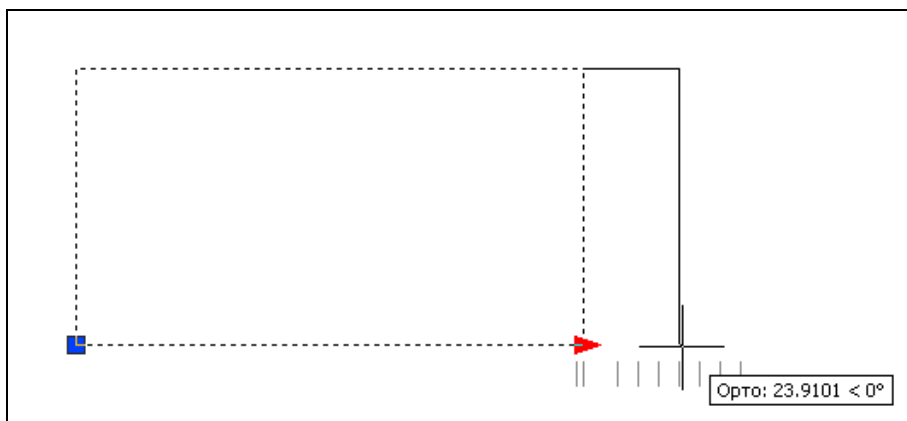

Рисунок 14 – Оттягивание стороны
3.15 На вставленном блоке в правом нижнем углу появляется стрелка, оттягивая которую мы изменяем положение правой стороны прямоугольника (рисунок 14). Причем значения выбираются из созданного нами ранее списка значений.